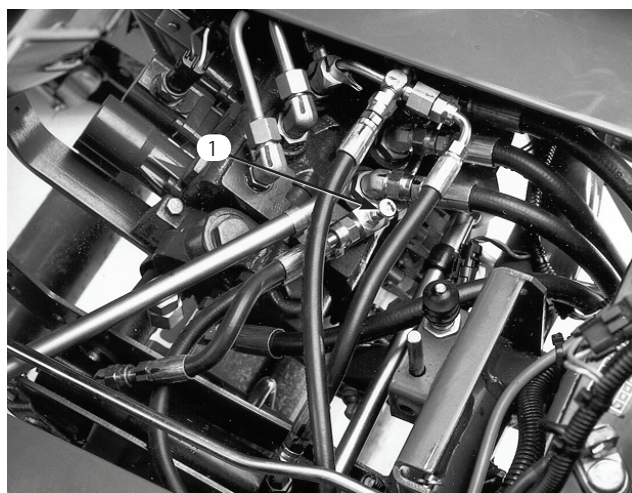

図49
1. 座席を倒し、メイン・コントロール・バルブについているフロー・コントロール・バルブを露出させる（図49）。